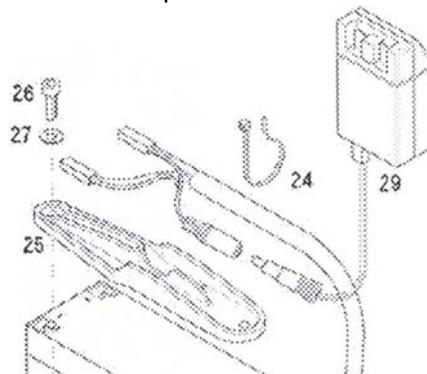

Fig.13
- ⇒ Conecte el conector rojo de la unidad de carga a la terminal positiva de la batería (fig. 13).